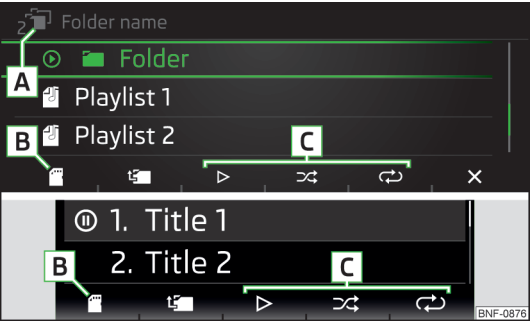

Fig. 104
Elenco delle cartelle/brani » fig. 104
- Per la **selezione della sorgente audio nell'elenco delle cartelle/dei brani** premere ripetutamente il tasto funzione **↺**, finché sul display non viene visualizzato in posizione **B** » fig. 104 a pag. 84.